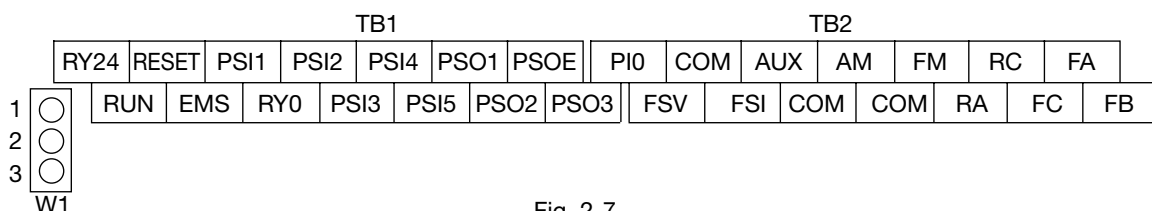

Fig. 2-7
- 9) Vous trouverez la présentation des bornes du circuit de contrôle à la Fig. 2-7 et les fonctions dans le tableau 5-1. Les bornes avec le même symbole sont reliées entre elles.